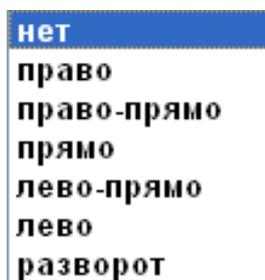

Рисунок 36
– в поле списка "Направление" – направление движения на полосе, из списка (рис. 36).